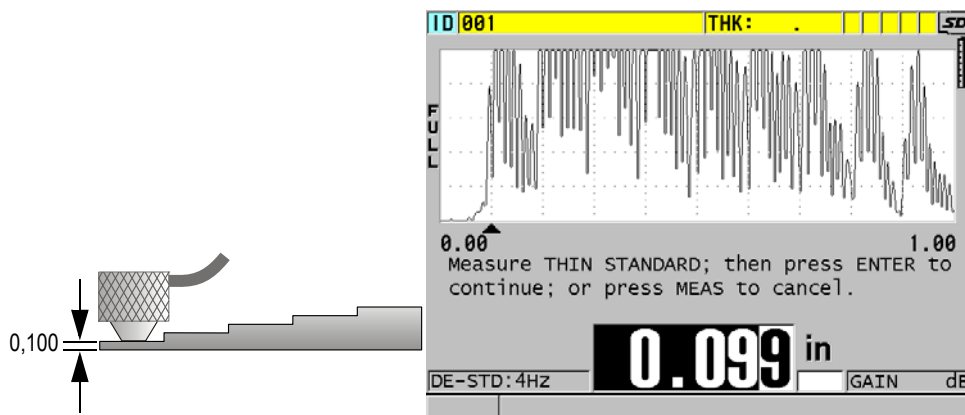

Рис. 5-5 Калибровка нуля на тонкой части 5-ступенчатого образца
2. Калибровка нуля (см. Рис. 5-5 на стр. 65):